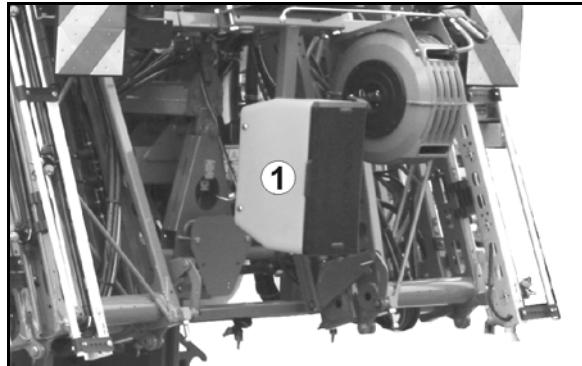

Рис. 59
- Закрепите пружинные фиксаторы фиксирующей лентой (Рис. 58; Рис. 59/3) на агрегате (Рис. 58/5; Рис. 59/5).
Неподвижные колеса сзади (Рис. 59/1)
- о установите и засторите пружинными фиксаторами (Рис. 58; Рис. 59/2) или
При неиспользовании колес закрепите пружинные фиксаторы в положении стоянки (Рис. 58/4; Рис. 59/4).
При монтаже неподвижного колеса обратите внимание на то, чтобы палец (Рис. 59/6) вошел в отверстие рамы и, тем самым, удерживал колесо в продольном направлении.